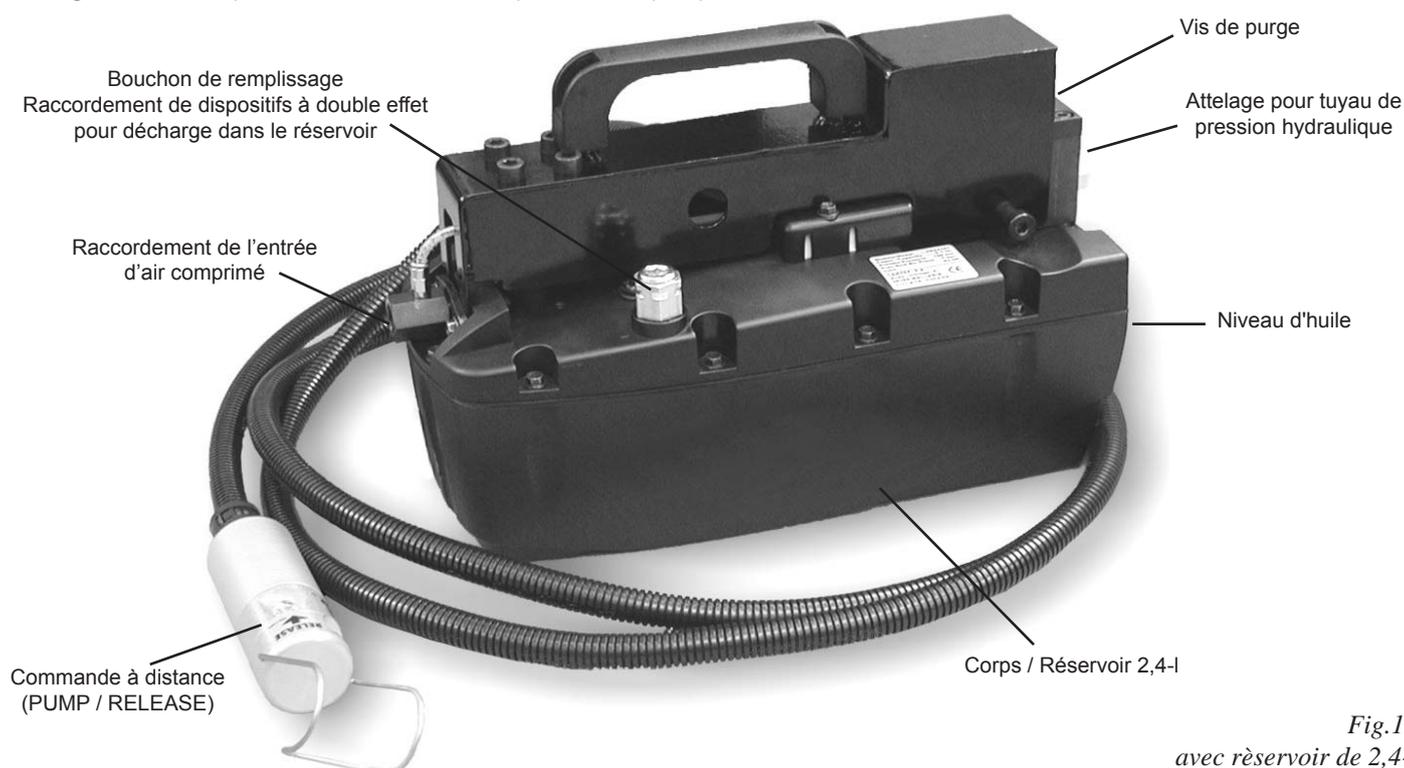

Fig.10
Sur la figure 10 sont représentées les différentes pièces de la pompe.
- Retirer au moyen d'un tournevis plat le couvercle de remplissage (fig.10, page 31), et l'enlever complètement.
- Relier le tube hydraulique de refoulement (fig.10, page 31). Le tube devra être doté d'un raccord 3/8" NPTF précédemment enveloppé de ruban de Téflon.
- Visser fermement sur le raccordement d'air comprimé (fig.10, page 31) un raccord rapide convenant à votre installation, et dont vous avez au préalable entouré le filetage de ruban en téflon.